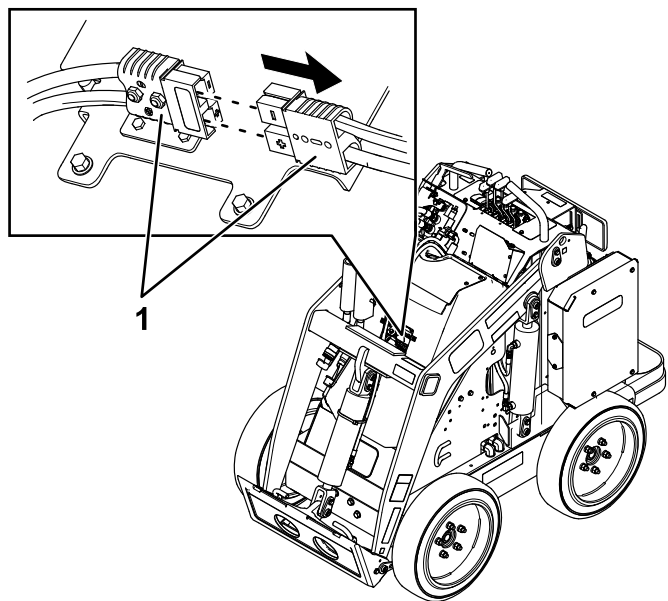

Figura 29
Înainte de a efectua lucrări de service asupra mainii, întrerupeți alimentarea cu energie electrică separând conectorii de alimentare electrică (Figura 29).
5. Separai cei doi conectori de alimentare (Figura 29).